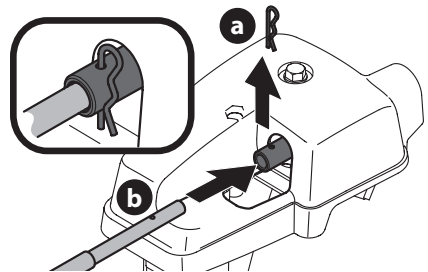

Figure 29
NOTE : Pour faciliter l'utilisation, placez tous les câbles à gauche de la tige de commande de la goulotte. Voir Figure 29.
4. Retirez la goupille fendue (a) à l'arrière de la tête de commande de la goulotte. Voir Figure 29.
5. Insérez l'arbre flexible (b) dans la partie arrière de la tête de commande de la goulotte et retenez-le avec la goupille fendue (a) retirée à l'étape 4. Voir Figure 29.